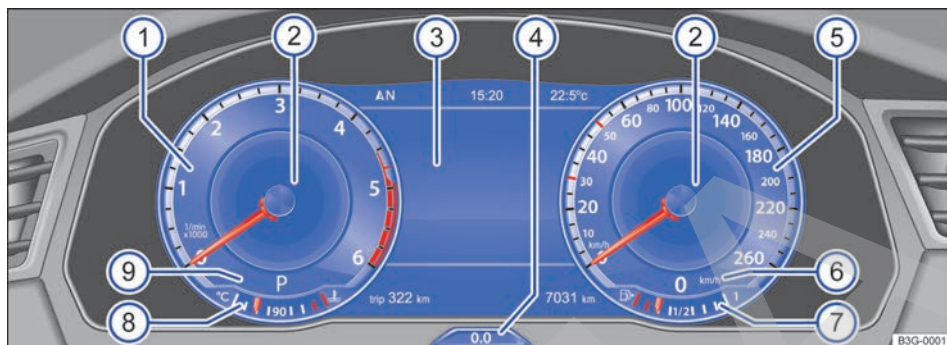

Fig. 12 En el tablero de instrumentos: Active Info Display.
Explicaciones sobre los instrumentos fig. 12:
Mediante la opción de menú **Vistas** del sistema de información Volkswagen → pág. 18 se puede elegir entre diferentes perfiles de información sobre temas específicos. En función del perfil de información seleccionado, el Active Info Display muestra información adicional en la parte central de los instrumentos circulares → fig. 12 ②. Se puede elegir entre los siguientes perfiles de información: